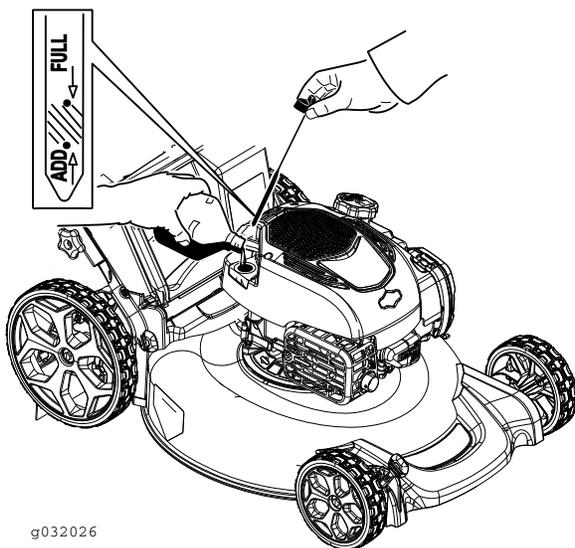

Bild 12
5. Nehmen Sie den Peilstab heraus und lesen den Ölstand ab, siehe Bild 12.
2. Ziehen Sie den Peilstab (Bild 12) heraus.